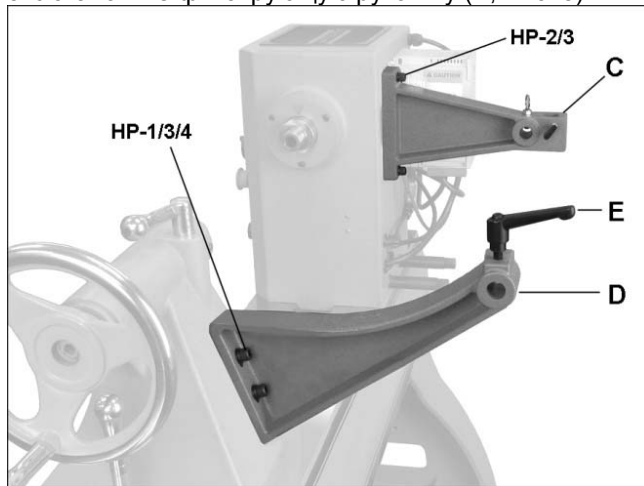

Рис. 8
1. Установите кронштейн защиты (С, Рис. 8) при помощи двух винтов и пружинных шайб (НР-2/3).
2. Установите кронштейн для копирования (D, Рис. 8) на заднюю бабку при помощи крепежа (НР-1/3/4). Отверстие кронштейна расположено на одном уровне с отверстием кронштейна защиты.
3. Установите фиксирующую рукоятку (Е, Рис. 8).